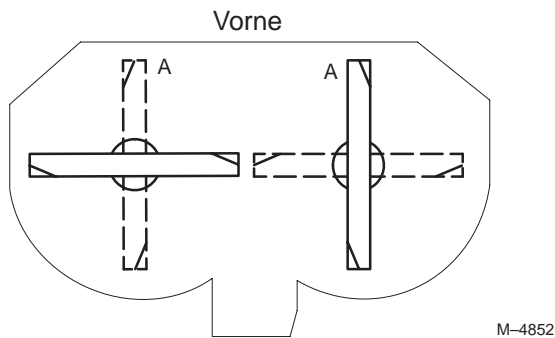

Bild 47
3. Stellen Sie die Messer in Längsrichtung, während die Maschine auf einer ebenen Oberfläche steht (Bild 47). Messen Sie bei **A** von einer ebenen Fläche bis zur Schnittkante der Messerspitzen (Bild 48).